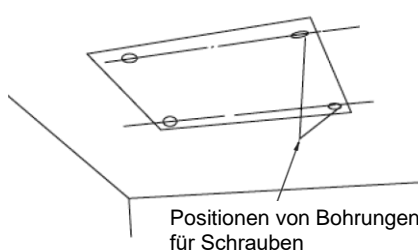

Abb. 5
1. Mithilfe der Installationsschablone bohren Sie vier Bohrungen für Schrauben. (Abb. 5)